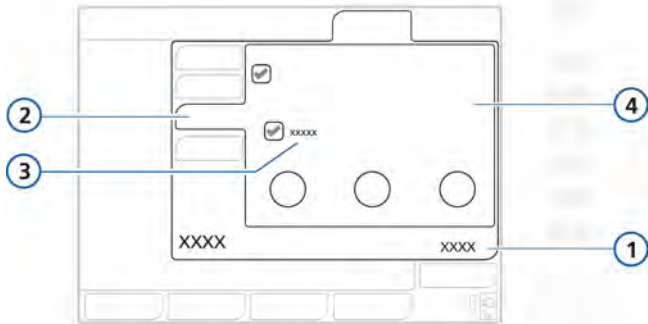

Figura 4-7. Ventana Apnea, botón Automático
4. Cuando proceda, abra la ventana **Controles** -> **Apnea** (figura 4-7). Seleccione o elimine la selección de **Respaldo**, según desee.
3. Cuando proceda, abra la ventana **Controles** -> **Apnea** (figura 4-7), y seleccione o elimine la selección de **Backup**, según desee. Para obtener más información, consulte el apartado 4.6.3.